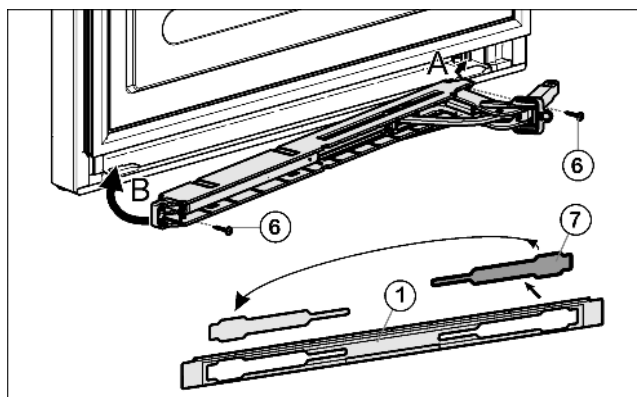

Fig. 9
- ▶ Staccare la copertura Fig. 9 (7) dal pannello Fig. 9 (1) e inserirlo di nuovo sull'altro lato.
- ▶ Agganciare l'unità dell'ammortizzatore di chiusura con lo snodo rivolto verso il lato cerniera (A) e orientare verso l'interno (B).
- ▶ Avvitare l'unità dell'ammortizzatore di chiusura (2 x Torx® 15) Fig. 9 (6).